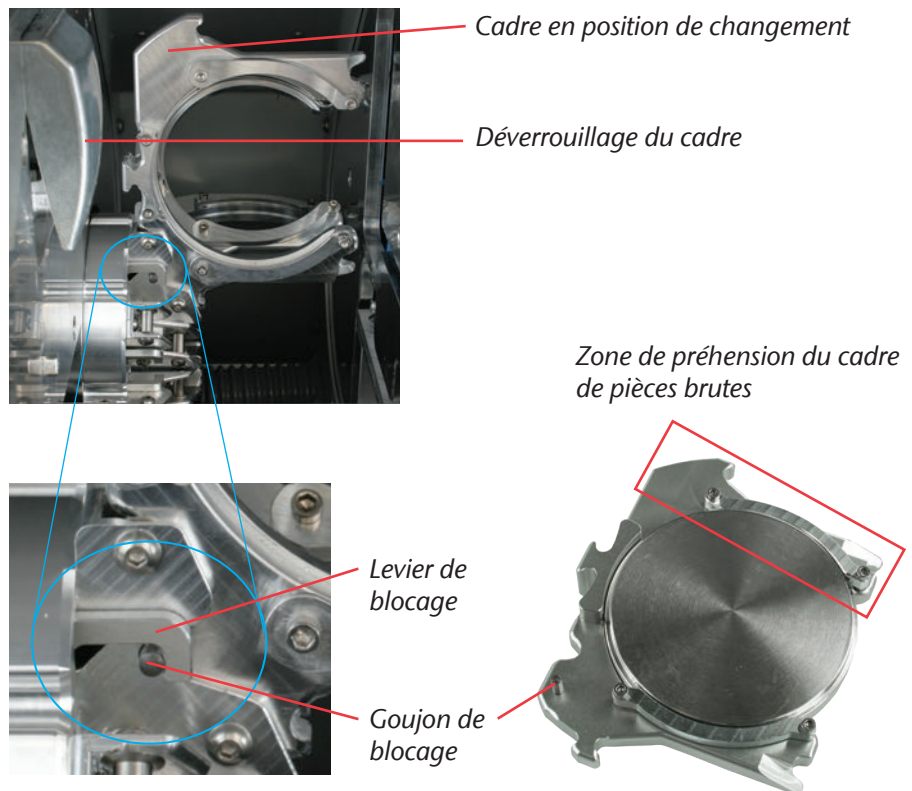

FIGURE 7 : ÉQUIPER LE MAGASIN DE PIÈCES BRUTES
- M3.** Tenez le cadre de pièces brutes à la zone de préhension face au goujon de blocage (voir Figure 7 en page 29, en bas à droite).